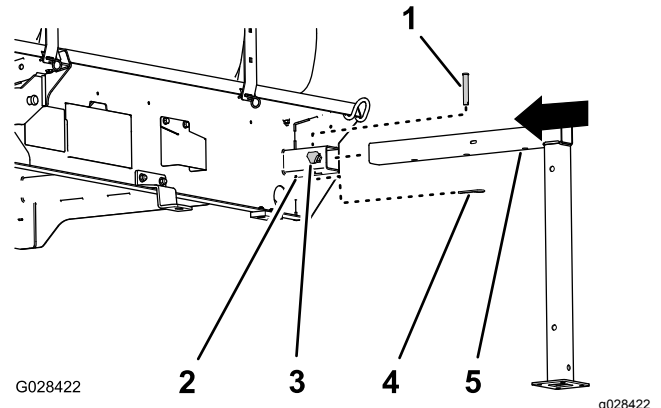

Figura 133
1. Alinee el soporte fijo delantero con el receptor del soporte fijo de la parte delantera del depósito (Figura 133).
2. Inserte el soporte fijo en el receptor hasta que el orificio central del tubo del soporte fijo horizontal esté alineado con el orificio de la parte superior del receptor (Figura 133).
4. Enrosque un mando de bloqueo en el receptor y apriételo a mano (Figura 133).